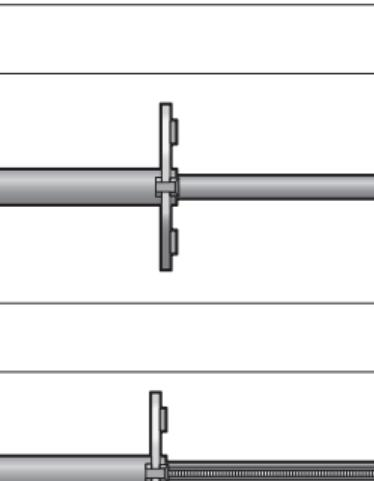

Fig. 02
3. Die Griffplatten der Basis- und Katalysator-Spritze so zusammendrücken, dass die Arretierung an der Katalysator-Spritze über die Griffplatte der Basis-Spritze greift (Fig. 02).